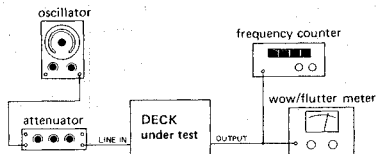

Fig. 4-11 Connection for tapespeed, wow and flutter
1. Connect a frequency counter to the deck as shown in Fig. 4-11.
1. Fig. 4-11のように周波数カウンタをデッキに接続する。
1. Connect a wow and flutter meter to the deck as shown in Fig. 4-11.
1. Fig. 4-11 のようにワウ・フラッタ・メータをデッキに接続する。